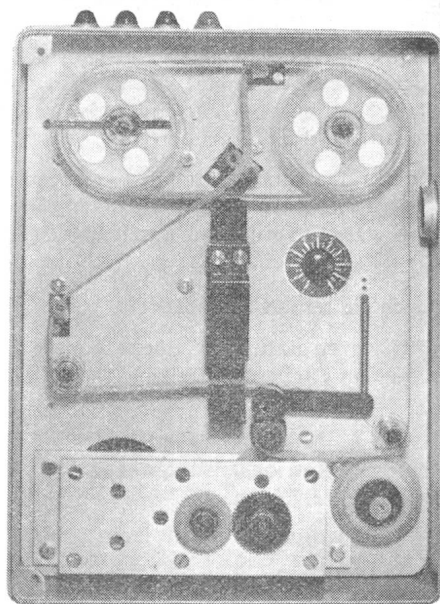

Abb. 2
1. Steuergerät STG 45 (Abb. 2)